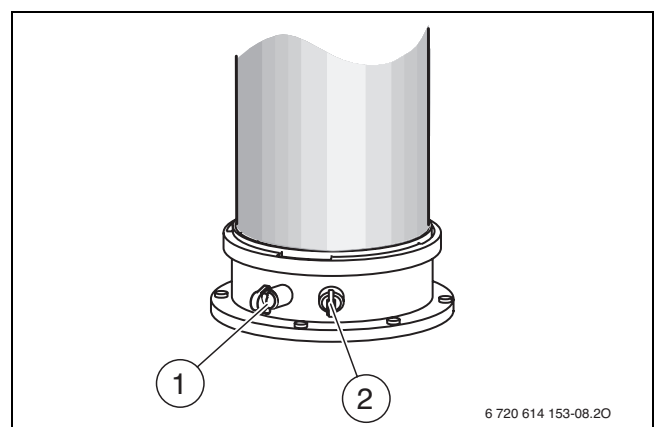

Fig. 44
- ▶ Îndepărtați dopurile de închidere de la tubulatura de măsurare a aerului de ardere [2] (→ Fig. 44).
- ▶ Îndepărtați dopurile de închidere de la tubulatura de măsurare a gazelor arse [1] (→ fig. 44).